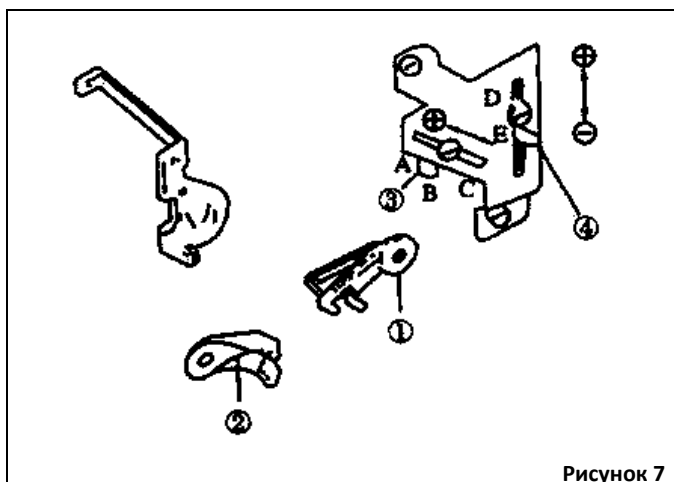

Рисунок 7
3. Регулировка нити петлителя (Рис. 7)